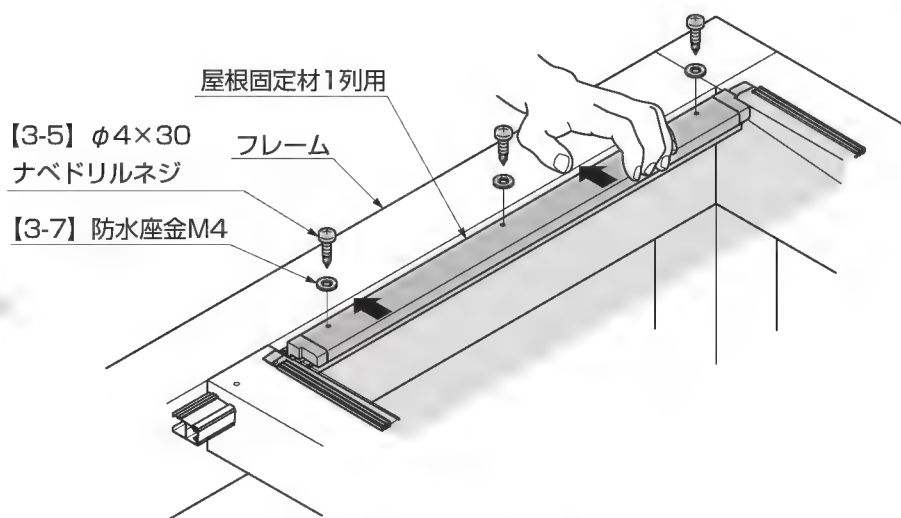

図9-5 A部詳細 屋根固定材1列用の取付け
③屋根固定材1列用をフレーム側に引寄せながら【3-5】、【3-7】で取付けてください。(図9-5参照)